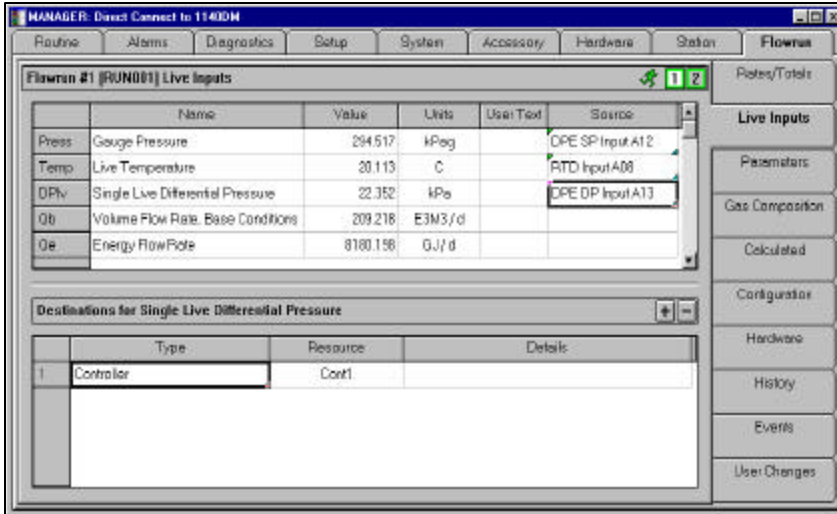

Figure 2 Flowrun and Live Inputs tabs selected/Sélection des onglets Flowrun et Live Inputs
1. Click the *Flowrun* tab. (Refer to figure 2)
1. Cliquer sur l'onglet *Flowrun*. (Voir la figure 2)